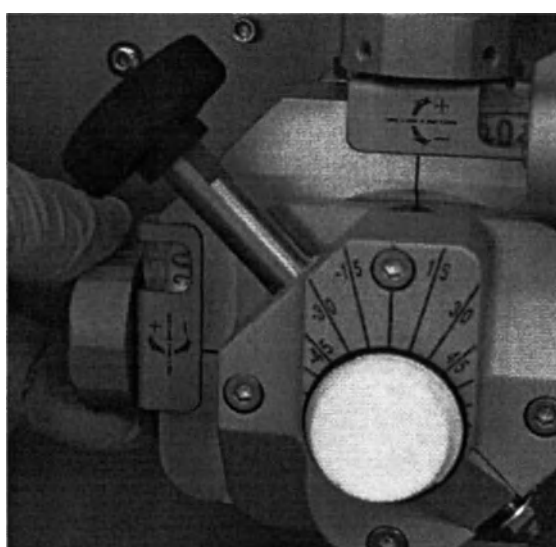

Рисунок 8.71
3. По достижении нужного угла поверните рычаг по часовой стрелке для закрепления и фиксации положения (Рисунок 8.71).